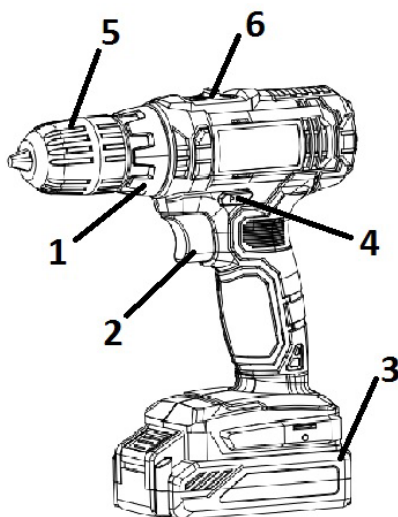

Рисунок 1
4.1.2 Встановіть необхідний крутний момент за допомогою кільця регулятора моменту затягування **(1)** (рис. 1).
4.3 Для включення виробу натисніть на клавішу вимикача (2), (рис. 1). Для відключення виробу слід клавішу відпустити. Регулювання швидкості обертання патрону здійснюється ступенем натискання на клавішу вимикача.